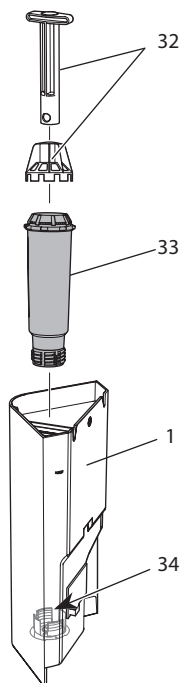

Рис. 18: Завинчивание и отвинчивание фильтра для воды
7. Вставьте новый фильтр в контейнер для воды (см. *Рис. 18*).
2. Извлеките фильтр для воды (см. Рис. 18).